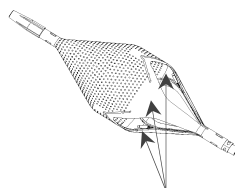

Fig. 5: Bande indicatrici del filtro
3. Posizionare l'unità filtro tenendo il filo guida in posizione con lo strumento di torsione del filo guida premuto contro la valvola emostatica e ritraendo contemporaneamente il catetere di rilascio. Le tre bande indicatrici al centro dell'unità filtro si espanderanno per indicare la posizione di tenuta del filtro (Fig. 5).